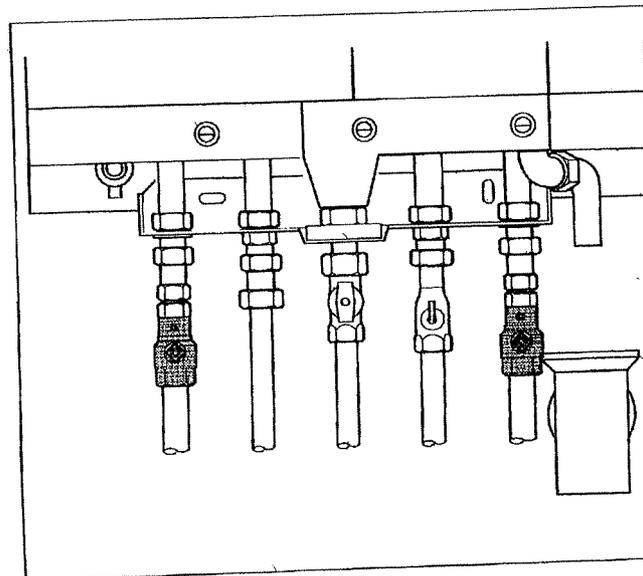

Fig. 9 Rubinetti di manutenzione
- ◆ Aprire le valvole dei raccordi di mandata e ritorno (Fig. 9).